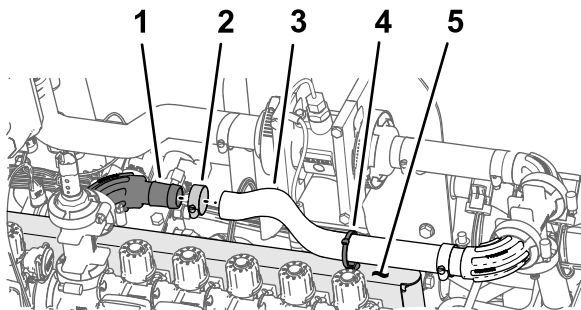

Figura 112
- Montate il flessibile (1" x 16") sul raccordo flangiato a 90° (1"), come illustrato nella Figura 112.
- Fissate il flessibile al raccordo flangiato con una fascetta stringitubo (Figura 112).
- Montate la fascetta per cavi/il dispositivo di fissaggio a spinta nel foro nella parte superiore del supporto della valvola, come illustrato nella Figura 112.
- Fissate la fascetta per cavi/il dispositivo di fissaggio a spinta (Figura 112) attorno al flessibile (1" x 16").